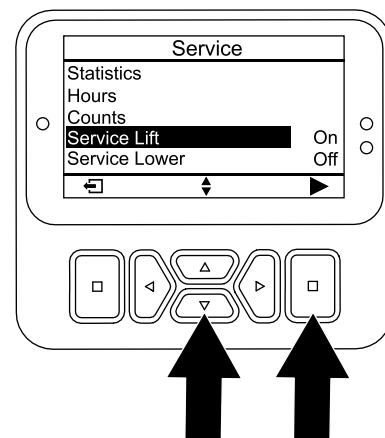

**Figura 120**
4. Premete il pulsante Giù fino a quando non viene selezionata l'opzione SOLLEVAMENTO MANUTENZIONE, quindi premete il pulsante Invio (Figura 120).